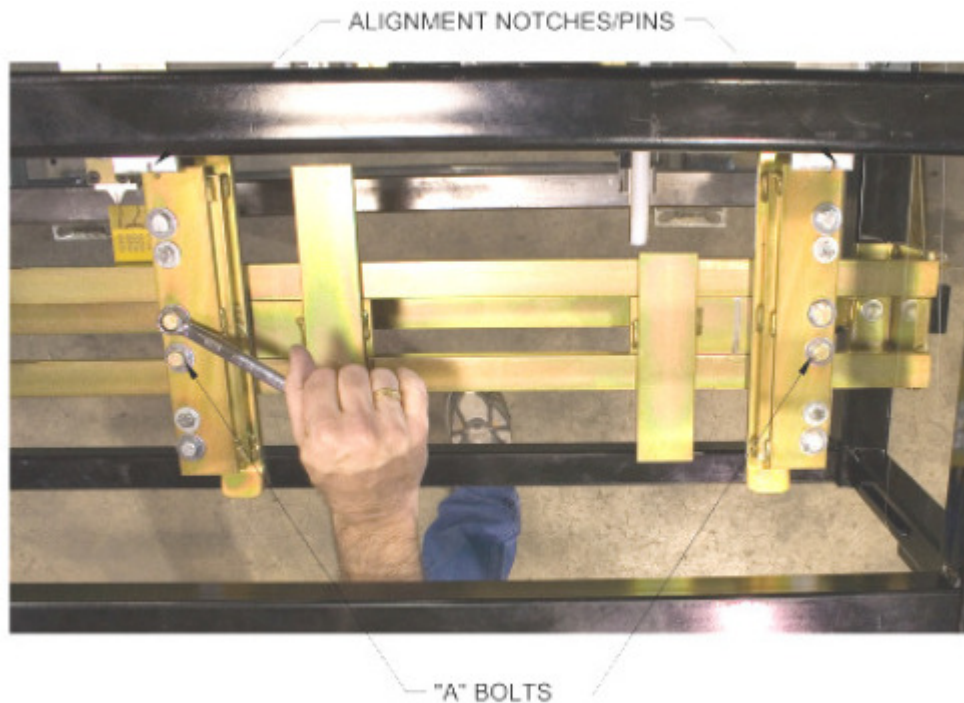

Ilustración 30: Guía de ingreso para tornillos “A”.
1. Afloje los dos pernos “A” en la guía de ingreso izquierda (Ilustración 30). Deslice la guía de ingreso hacia la izquierda para aceptar la nueva anchura de bobina.